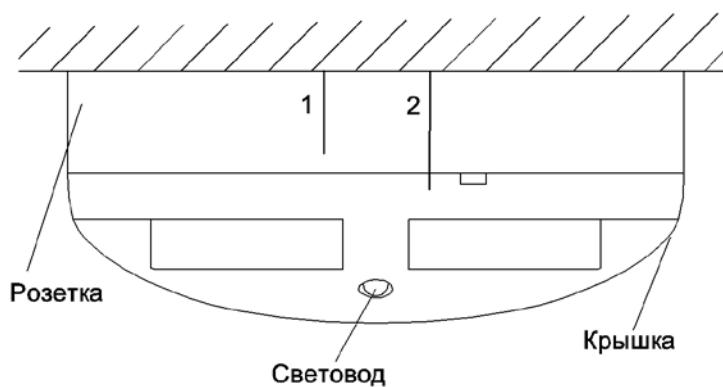
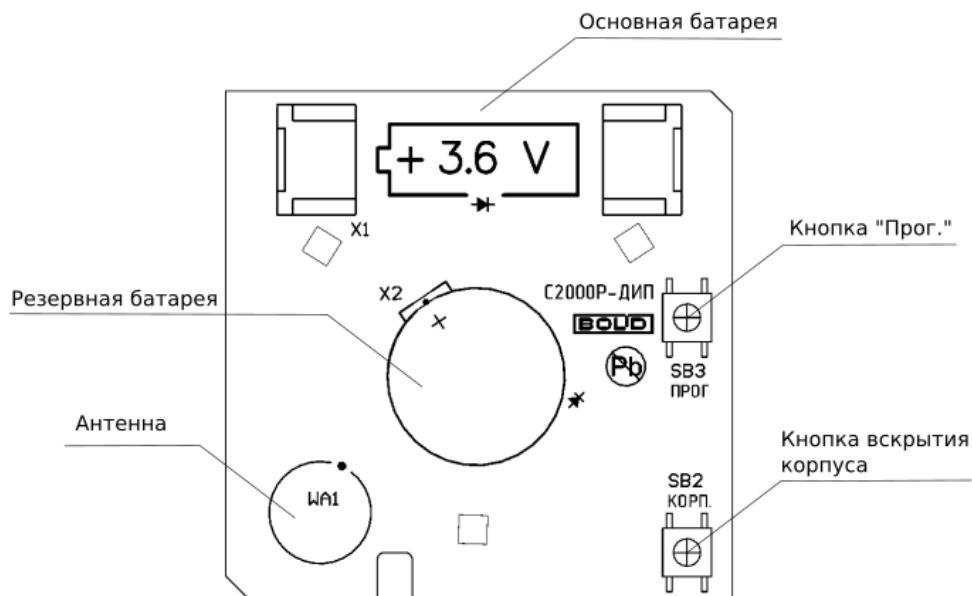

Рисунок 2.1 Внешний вид извещателя
Рисунок 2.3 Расположение элементов на плате
На розетке и крышке извещателя имеются риски для облегчения ориентирования частей корпуса при сборке (см. Рисунок 2.1). При установке извещателя в розетку следует совместить риску на крышке с риской 1 на розетке, затем повернуть крышку до совмещения с риской 2. Разборка производится в обратном порядке.
При обратной установке крышки, крепёжные выступы вставляются в пазы, указанные на Рисунке 2.2, и язычок должен совпасть с кнопкой вскрытия корпуса (см. Рисунок 2.3).
На плате извещателя располагаются элементы питания и органы управления прибором (см. Рисунок 2.3):
- При установке извещателя в розетку следует совместить рискну на крышке с риской 1 на розетке, затем повернуть крышку до совмещения с риской 2 (см. Рисунок 2.1).
- Розетка извещателя устанавливается в монтажный комплект «МК3» и фиксируется с помощью двух шурупов таким образом, чтобы риски на корпусе розетки (см. Рисунок 2.1) совпали по расположению с рисками на фланце монтажного комплекта.
- Зажать кнопку «Прог.» на плате извещателя (см. Рисунок 2.3) на время более 3 секунд, либо направить луч лазерного тестера на световод извещателя (см. Рисунок 2.1) на время более 3 секунд.